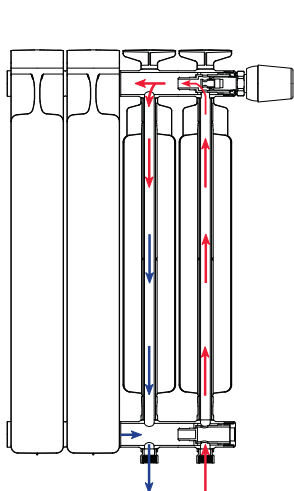
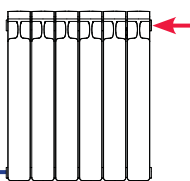

рис. 2
рис. 4
1.8 В случае одностороннего бокового подключения радиатора (рис. 2 рис.4) с числом секций более 12 шт., для оптимальной теплоотдачи, рекомендуется во впускной коллектор установить направляющую потока длиной  $\approx \frac{2}{3}$  длины радиатора.